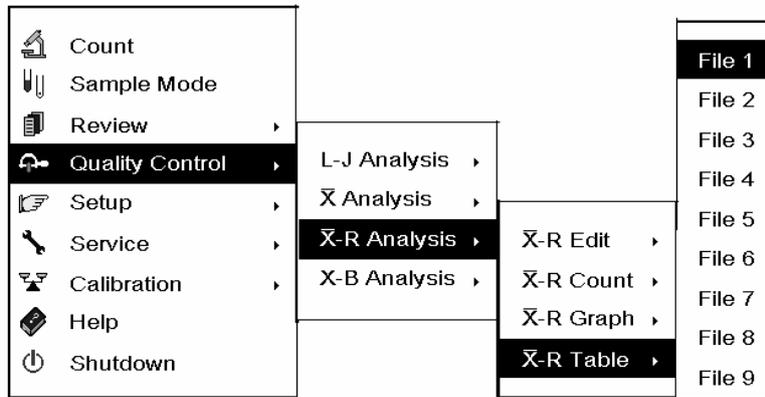

Abbildung 8-43 System-Menü
**WÄHLEN** Sie “Qualitätskontrolle →  $\bar{X}$  -R-Analyse →  $\bar{X}$  -R-Tabelle → Datei 1” AUS (Abbildung 8-43), um die “ $\bar{X}$ -R-Tabelle”-Anzeige aufzurufen (Abbildung 8-44). Jede Anzeige gibt 3 Ergebnisse wieder.